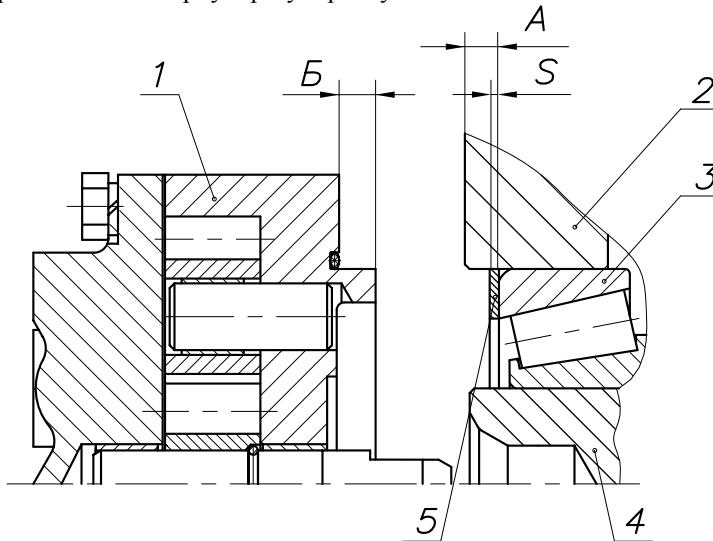

Рис.115:
5.1 Установить в расточку картера коробки передач наружное кольцо переднего подшипника промежуточного вала, после чего замерить абсолютную величину размера А (между торцами картера и наружным кольцом подшипника) рис. 115. При этом, наружное кольцо заднего подшипника промежуточного вала должно быть плотно (под усилием собственного веса вала) прижато к торцу проставки демультиплексатора, а наружное кольцо переднего подшипника - к роликам. Перед замером промежуточный вал провернуть не менее пяти оборотов.